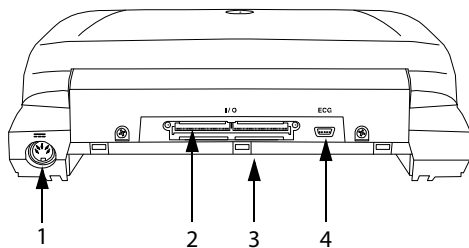

Figura 2-2 Conectores traseros del sistema: (1) conector de entrada de alimentación de CC, (2) conector de E/S, (3) batería y (4) conector para ECG
- 1 Conecte el cable de alimentación de CC de la fuente de alimentación al conector del sistema. Consulte la Figura 2-2 en la página 2-2.